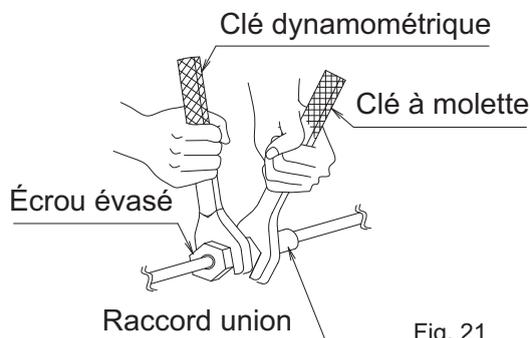

Fig. 21
- Lors de la connexion de la tuyauterie au climatiseur, veillez à utiliser une clé plate et une clé dynamométrique, comme indiqué dans la **Fig. 21**.